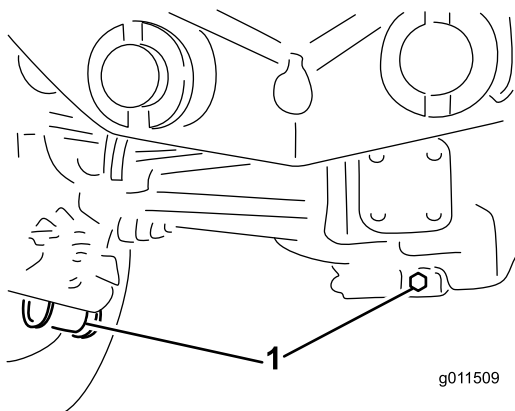

Figura 109
2. Limpe a zona em redor dos 3 tampões de escoamento, 1 em cada extremidade e 1 no centro (Figura 109).